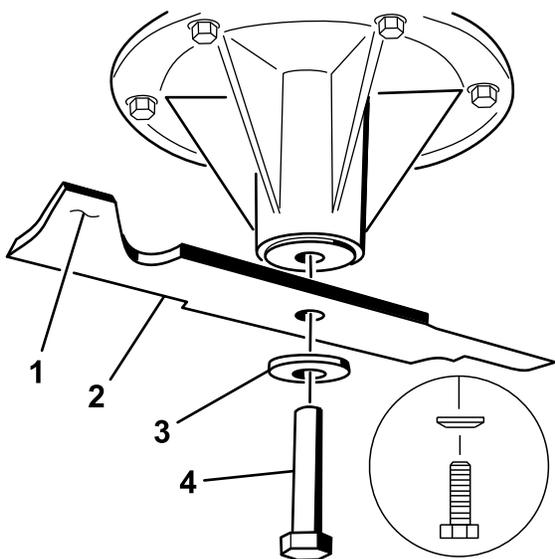
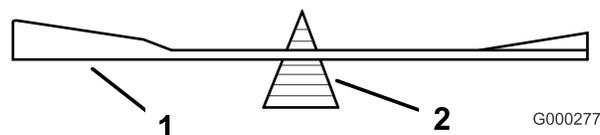

Figure 96
Figure 98
2. Enlevez de l'axe, le boulon, la rondelle bombée et la lame (Figure 96).
2. Vérifiez l'équilibre de la lame en la plaçant sur un équilibreur (Figure 98). Si la lame reste horizontale, elle est équilibrée et peut être utilisée. Si la lame est déséquilibrée, limez un peu l'extrémité de la partie relevée seulement (Figure 96). Répétez la procédure jusqu'à ce que la lame soit équilibrée.